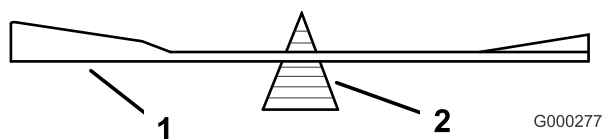

Figure 27
- Vérifiez l'équilibre de la lame en la plaçant sur un équilibreur (Figure 27).